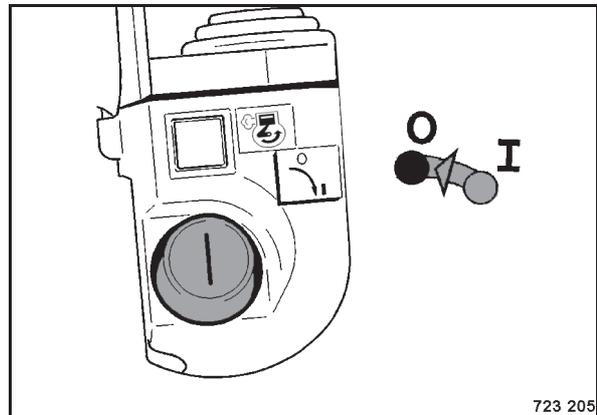

Bild 85
- Sender (Bild 85) mit Zündschlüssel ausschalten.